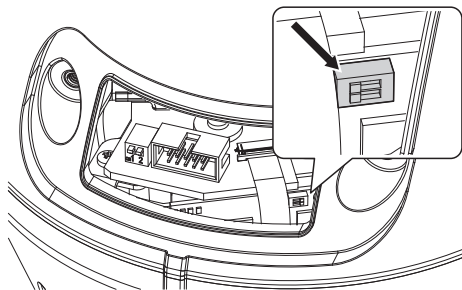

Fig. 103
Portare su OFF i dip-switch illustrati in figura (Fig. 103, pagina 48).
- Portare su ON i dip-switch di accensione della CPU (Fig. 103, pagina 48).